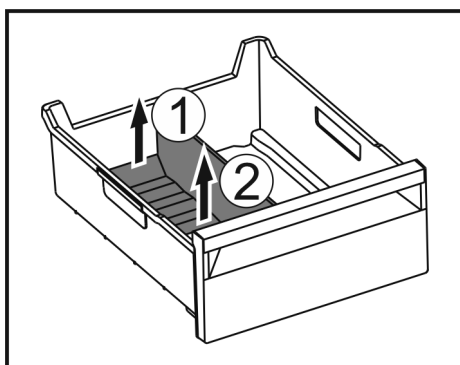

Fig. 183
- Podignite stražnji dio pregrade ladice za led. Fig. 183 (1)
- Izvadite pregradu ladice za led prema gore. Fig. 183 (2)